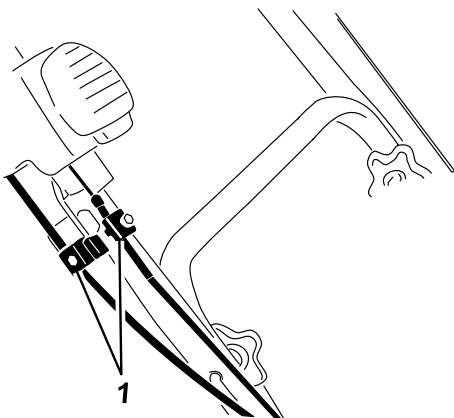

Figure 34
1. Desserrez les serre-câble des 2 câbles de commande Quick Shoot (Figure 34).